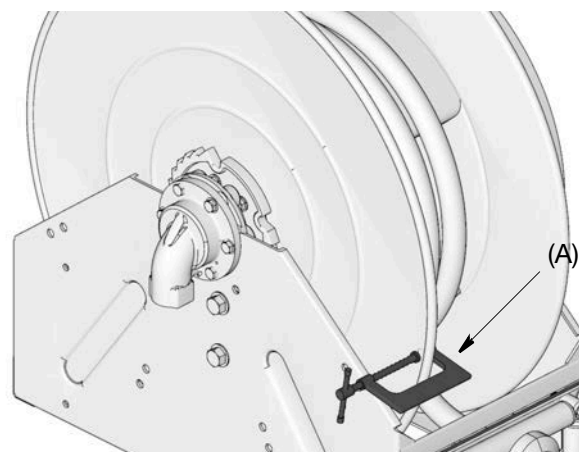

ABB. 13
- Schraubzwinge (A) an der Aufrollerspule anbringen wie dargestellt in ABB. 13, um zu verhindern, dass sich der Aufroller unerwünscht löst und frei rotiert.
- An der Aufrollerspule wie in ABB. 13 dargestellt eine Schraubzwinde (A) befestigen, um zu verhindern, dass sich der Aufroller unbeabsichtigt löst und frei rotiert.